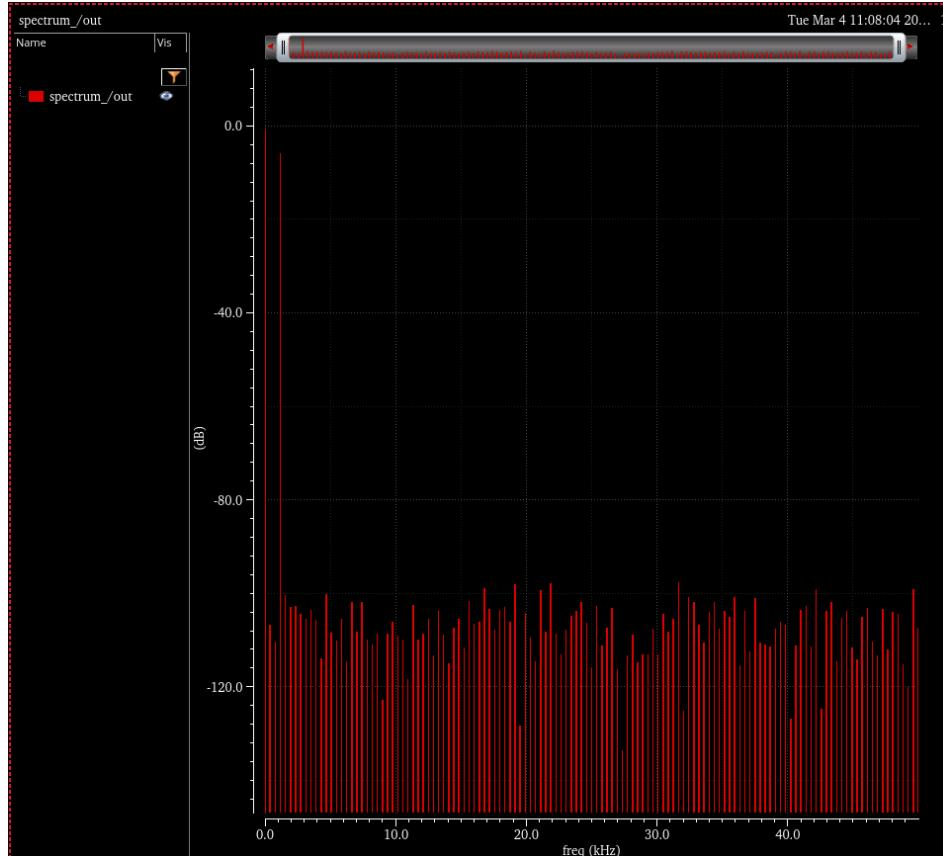
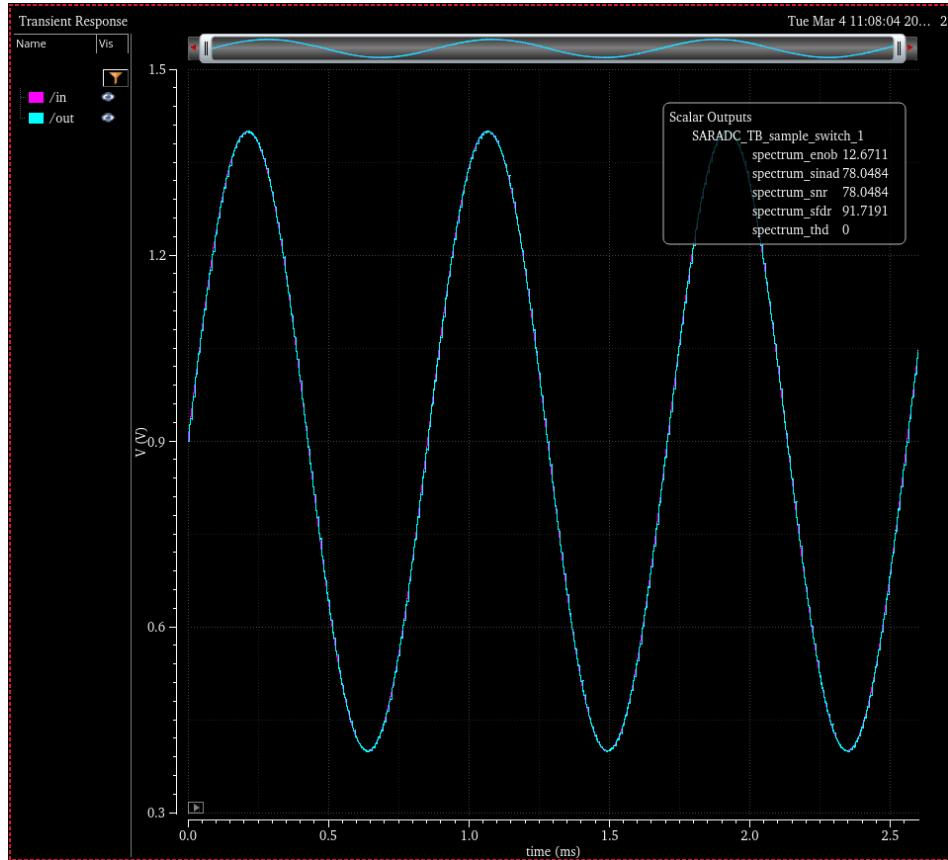
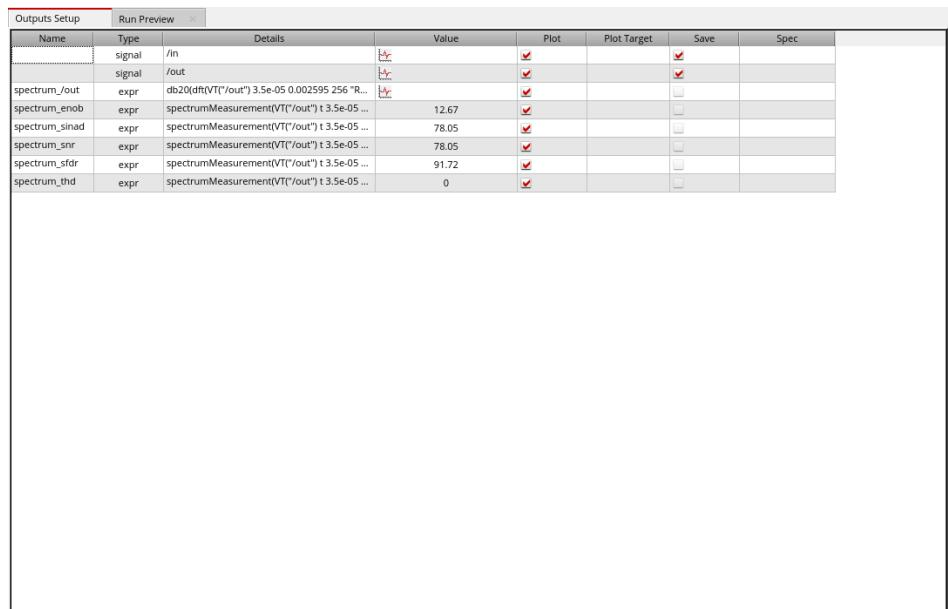

图 91 栅压自举采样保持电路的输出频谱
图 92 棚压自举采样保持电路的输入输出波形
图 93 棚压自举采样保持电路的仿真结果
3. 仿真完成后，仿真结果窗口将会弹出，包括如图 91 和图 92 所示的频谱和波形。ADE Explorer 的仿真结果区如图 93 所示。